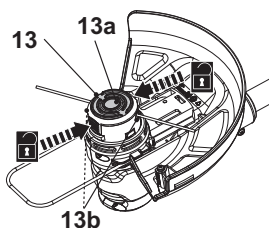

Fig. 25
2. Tenez la tête de coupe (13) d'une main. Appuyez sur les loquets de déverrouillage (13b) des deux côtés, puis soulevez le couvercle (13a) et retirez-le (Fig. 25).